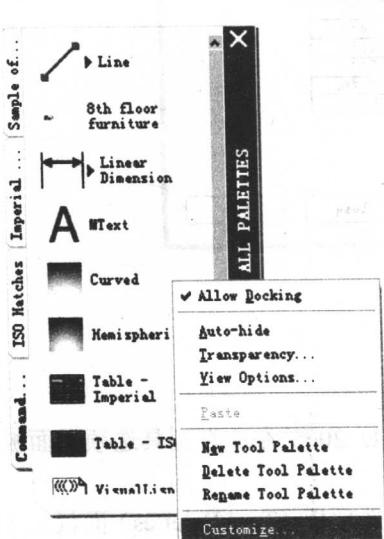
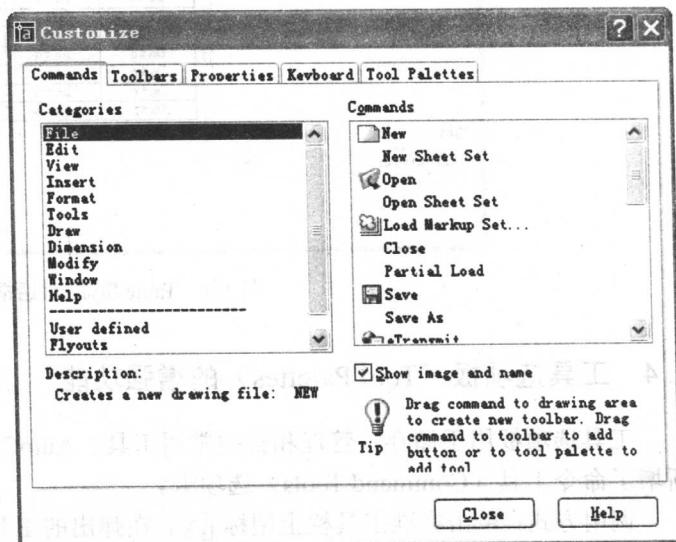

图 1-7 工具选项板快捷菜单
图 1-8 Customize 对话框
- 2) 将光标放在命令工具 (Command Tools) 选项卡上，单击鼠标右键，出现工具选项板快捷菜单如图 1-7 所示。单击自定义 (Customize) 选项，弹出自定义 (Customize) 对话框如图 1-8 所示。在命令 (Command) 列表框中拖动任意工具图标到命令工具选项卡上，创建新的工具。